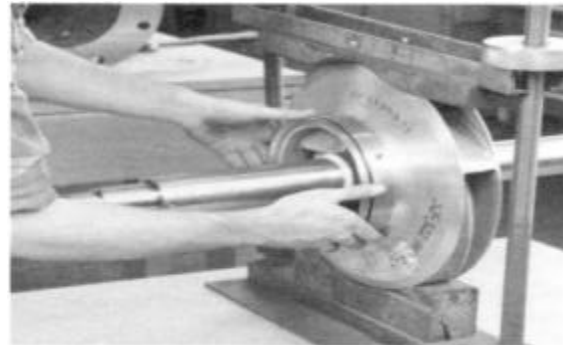

FIGURA 23 – INSTALACION DE ANILLOS
8. Lubrique y enrolle un O-ring (3-914-2) en la ranura en cada anillo de la carcaza (3-003-9) y deslice los anillos de la carcaza sobre el impulsor (Consulte la Figura 23).